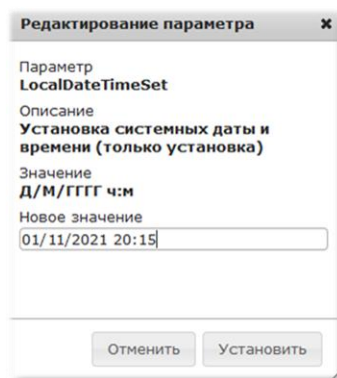

Рисунок 21 – Вид окна «Редактирование параметра LocalDateTimeSet»
- 2) в отобразившемся окне «Редактирование параметра» (см. Рисунок 21) ввести дату и время в формате Д/М/ГГГГ ч:м, нажать кнопку «Установить»;